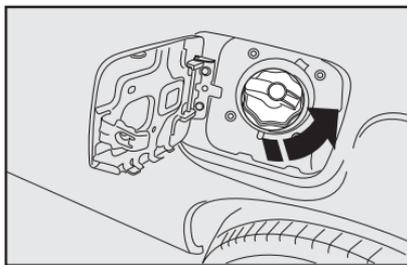

fig. 81
- segure a tampa e gire a chave no sentido anti-horário (algumas versões); prossiga girando a tampa **fig. 81** até o seu completo desalojamento.